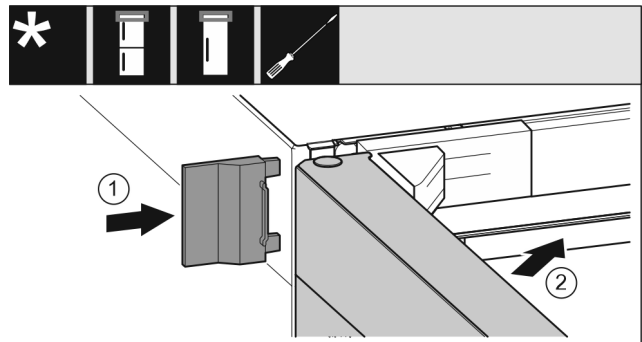

Fig. 20
- ▶ Skjut på det yttre skyddet. Fig. 20 (1)
- ▶ Stäng den övre dörren. Fig. 20 (2)